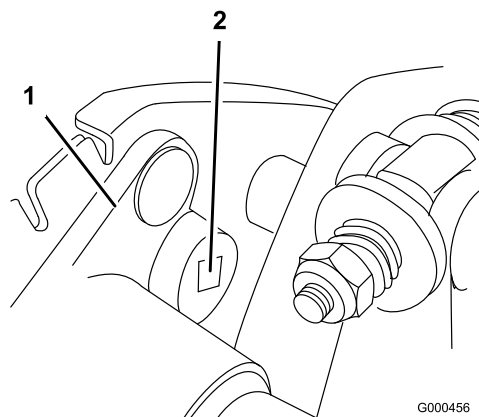

Figura 40
- B. Usando una llave dinamométrica de 3/8 pulgadas, gire el alojamiento del cojinete con una fuerza de 3,9–4,5 Nm para ajustar la tensión de la correa (Figura 40)